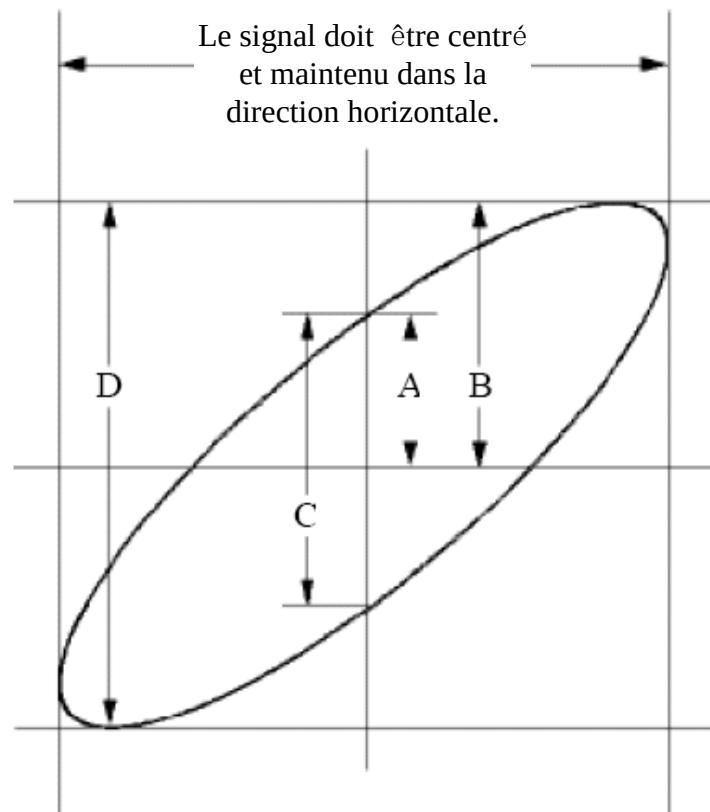

Figure 5-6 Graphique de Lissajous
- (1) Réglez le coefficient d'atténuation du menu de la sonde sur **10X** et celui du commutateur de la sonde sur **10X** (voir "*Fehler! Verweisquelle konnte nicht gefunden werden.*" sur P*Fehler! Textmarke nicht definiert.*).
- (2) Connectez la sonde du canal 1 à l'entrée du réseau et celle du canal 2 à la sortie du réseau.
- (3) Appuyez sur le bouton **Autoset**, l'oscilloscope allumant les signaux des deux canaux et les affichant à l'écran.
- (4) Tournez le bouton d'échelle **verticale**, rendant les amplitudes de deux signaux égales dans le brut.
- (5) Appuyez sur le bouton **Acquérir** pour afficher le menu de droite.
- (6) Dans le menu de droite, sélectionnez le **mode XY** comme étant **ON**. L'oscilloscope affichera les caractéristiques des entrées et des bornes du réseau sous la forme d'un graphique de Lissajous.
- (7) Tournez les boutons d'**échelle verticale** et de **position verticale**, en optimisant la forme d'onde.
- (8) Avec la méthode de l'oscillogramme elliptique adoptée, observez et calculez la différence de phase (voir *Figure 5-6*).